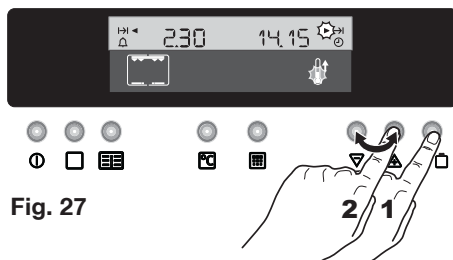

Fig. 27
5. À ce moment là, appuyez sur la touche  (Fig. 27). L'indication du temps s'affiche, le voyant de  clignote.
6. Pendant ce temps, appuyez sur les touches  ou  pour sélectionner l'heure de fin du cycle pyrolytique (Fig.27).